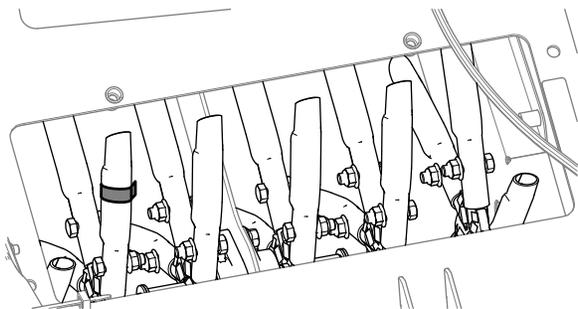

Рисунок 71
1. В проеме панели доступа к зубьям проверьте зубья на наличие износа и повреждений (Рисунок 71).